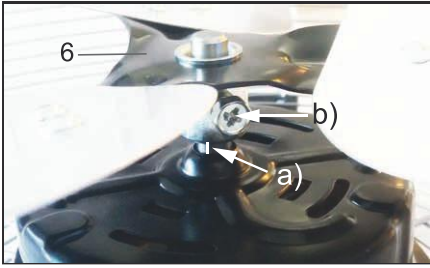

Fig.41: Montage rotor
De rotor mag niet direct op de motor liggen. Er moet een duidelijk zichtbare afstand zijn tussen de afstandhouder en de motor. Zie afb. 41 b).
3. Schroef de rotor vast met de schroef die zich aan de zijkant van de afstandhouder bevindt. Zie afb. 41 b).